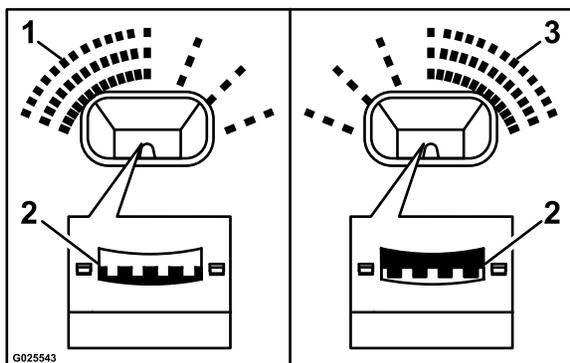
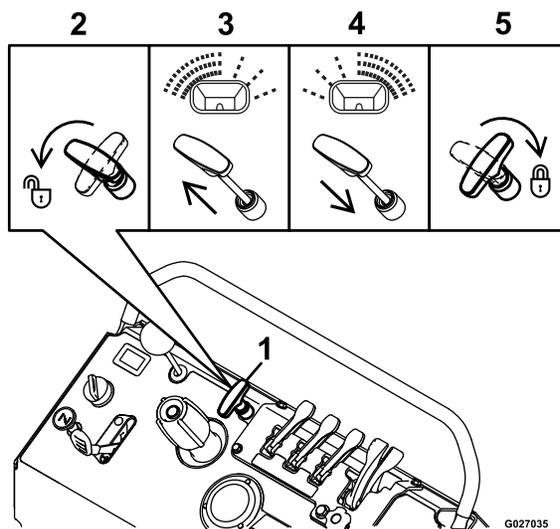

Figura 30
Figura 31
Si el esparcidor distribuye el material de forma desigual de un lado a otro – demasiado cargado/ligero en un lado – (ver Figura 30 y Figura 31), ajuste el control del patrón de esparcido como se indica a continuación:
1. Desbloquee el control del patrón de esparcido girando la maneta 90 grados en sentido antihorario, según se muestra en la Figura 31, 2.
- Si se esparce demasiado material en el lado izquierdo de la máquina, tire del control del patrón de esparcido un poco hacia arriba; consulte Figura 31, 3.
esparcido un poco hacia abajo; consulte la Figura 31, 4.
3. Bloquee el control del patrón de esparcido girando la maneta 90 grados en sentido horario; consulte la Figura 31, 5.